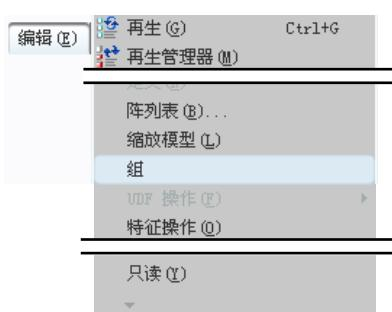

图 5.24.3 下拉菜单
- Step3. 选择下拉菜单 **编辑(E) → 组** 命令（图 5.24.3），此时拉伸 2、倒圆角 1 和倒角 1 的特征合并为 **LOCAL GROUP**（图 5.24.2b），至此完成组的创建。